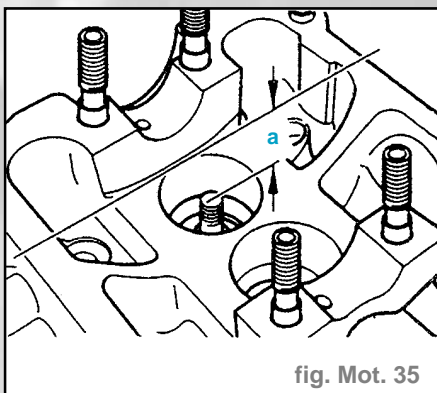

fig. Mot. 35
• mesurer l'écart entre la queue de soupape et le bord supérieur de la culasse : cote "a" (fig. mot. 35).